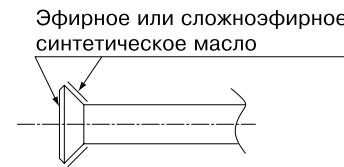

Рис. 5
- Нанесите масло или сложноеэфирное синтетическое масло на внутреннюю и внешнюю поверхность раструба и выполните первые три или четыре оборота гайки раструба от руки при подсоединении гайки раструба. (См. рис. 5)